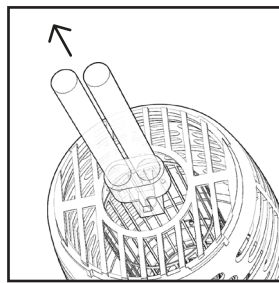

Fig. 3
4. En portant des gants, tirez doucement sur l'ampoule pour la retirer. (Fig. 3)